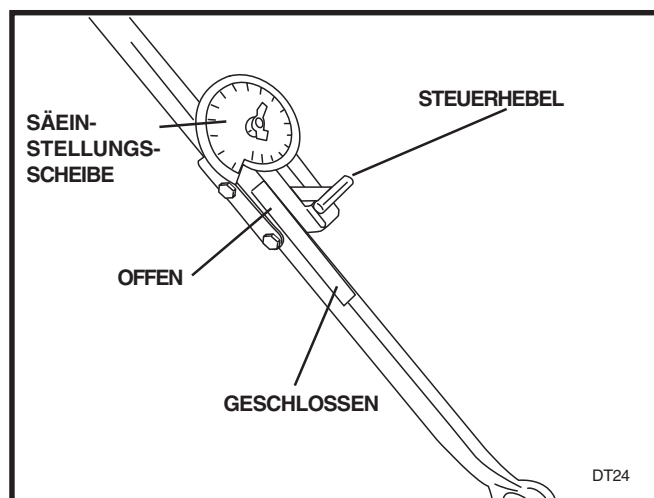

ABBILDUNG 6
19. Bringen Sie das EIN/AUS-Schild am Griff an. Siehe Abbildung 6.